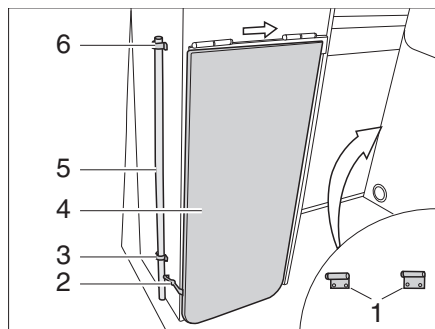
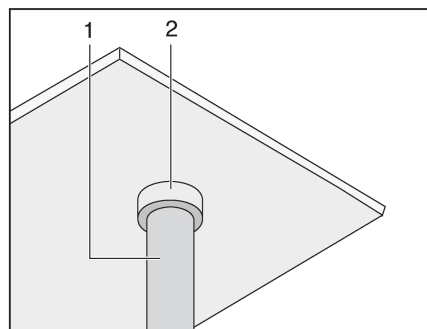

Fig. 42 Tavolo ribaltabile, chiuso
Fig. 43 Tavolo ribaltabile, sede del piede del tavolo
- Staccare il nastro di sicurezza (Fig. 42,2) (botone automatico).
- Estrarre il piede del tavolo (Fig. 42,5) verso l'alto dai supporti (Fig. 42,3).
- Ribaltare il piano del tavolo (Fig. 42,4) verso l'alto ed inserire il piede del tavolo (Fig. 43,1) nella sede (Fig. 43,2).
- Ribaltare il piano del tavolo (Fig. 42,4) di un tratto verso l'alto e spingerlo verso il lato posteriore (Fig. 42, freccia).
- Spingere il piano del tavolo nelle sedi sulla parete posteriore del blocco cucina (Fig. 42,1).
- Inserire il piede del tavolo (Fig. 43,1) nella sede (Fig. 43,2).